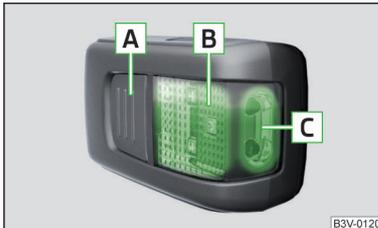

Fig. 109
Descripción de la luz » fig. 109
► Para **encender** de la lámpara retirada, presionar la tecla **A** » fig. 109. Presionando nuevamente se **apaga** la lámpara.
Si no se apaga la lámpara y está colocada correctamente en el soporte, los medios de iluminación LED en la parte delantera de la lámpara **C** » fig. 109 se apagan automáticamente.